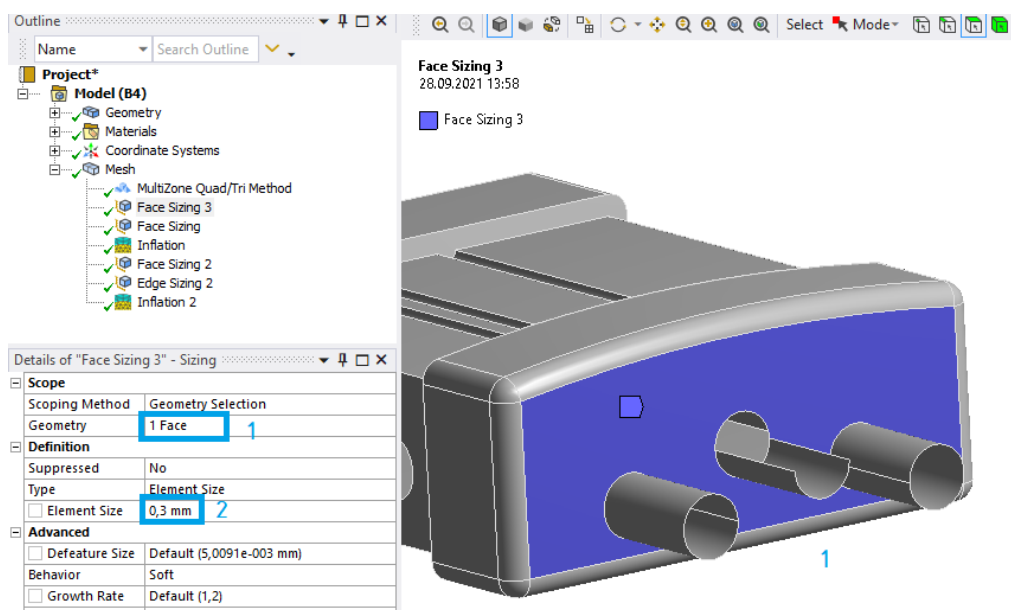

Рис. 19. Задание настроек сетки
6.3. Жмем ПКМ на **Mesh – Insert – Sizing**, выделяем поверхность (1) и задаем величину ячеек (2) 0,3 мм (рис. 19).